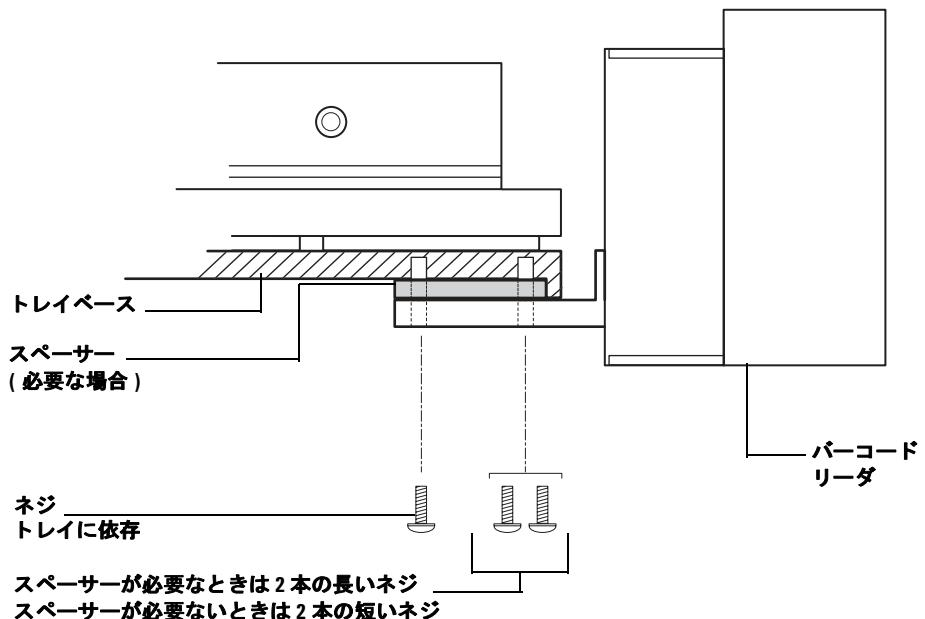

図24 BCRを取り付ける - 側面の立面図
- 3 スペーサーが必要な場合、スペーサーの穴を、トレイの底部にあるマウンティング穴と位置合わせします。BCRマウンティングブラケットをスペーサーの下に置き、2本の長いネジを挿入し、ネジを固く締めます。図24を参照してください。
スペーサーを必要としない場合、BCRマウンティングブラケットを、トレイの底部にあるマウンティング穴の下に配置します。3本の短いネジを挿入し、ネジを固く締めます。図24を参照してください。